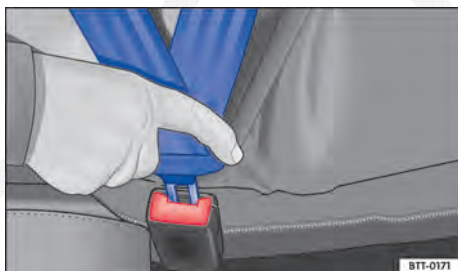

Fig. 65 Introduzir a lingueta do cinto de segurança no fecho do cinto de segurança.
- Introduzir a lingueta do cinto de segurança firmemente no fecho do cinto de segurança pertencente ao assento ⇒ Fig. 65.